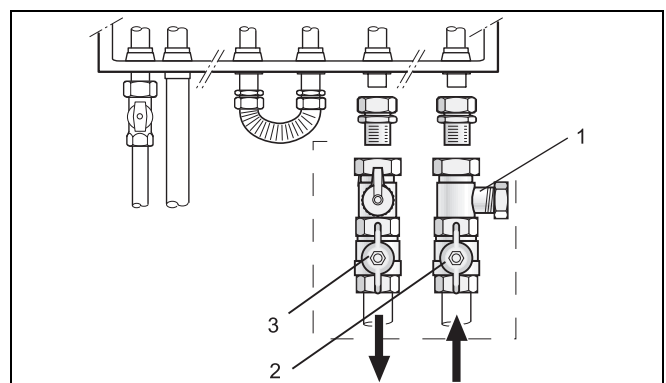

Fig. 6 Set di collegamento al circuito di riscaldamento (accessorio HKA)
- Montare un rubinetto di manutenzione nella mandata e uno nel ritorno (fig. 6, pos. 2 e 3), per i lavori di ispezione e manutenzione.